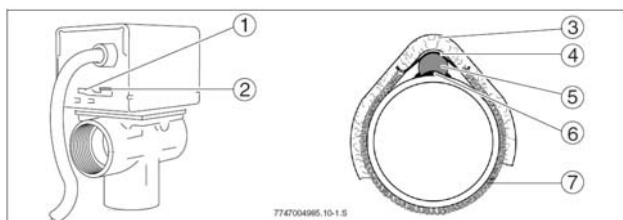
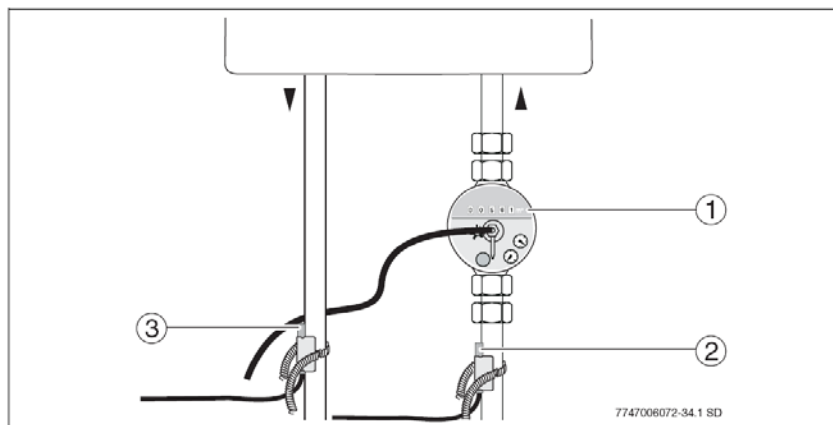

Рис. 5 Трёхходовой клапан (слева) и установленный температурный датчик (справа)
Рис.7 Монтаж блока измерения объёмного потока и температурного датчика
Устанавливайте рычажок в позицию «MAN» (manuel = ВРУЧНУЮ, → Рис. 5, Поз. 2), чтобы наполнить, развоздушить или опорожнить установку, а также как предохранительное положение при отсутствии напряжения в сети. В позиции «MAN» толкатель клапана находится в среднем положении. При этом обеспечивается равномерное течение потока в оба выходных штуцера.
- Для нормального режима работы устанавливайте рычажок в позицию «AUTO» (→ Рис. 5, Поз. 1).
- Температурный датчик S3 (→ Рис. 5, Поз. 5) устанавливается с применением теплопроводной пасты (→ Рис. 5, Поз. 6).
- Температурный датчик S3 с фиксирующей пластиной (→ Рис. 5, Поз. 4) и прижимной пружиной (→ Рис. 5, Поз. 7) монтируется на расстоянии ок. 20 см перед трёхходовым клапаном на трубе обратного трубопровода.
- Для температурного датчика S3 необходимо предусмотреть теплоизолирующее покрытие длиной не менее 20 см (→ Рис. 5, Поз. 3).
- Блок измерения объёмного потока интегрировать в обратный трубопровод гелиоконтура под гелиостанцией (Рис. 7, Поз. 1). При этом учитывать требования к соблюдению направления потока и монтажного положения (головка счётчика не должна быть повернута вниз).
- Прикрепить датчик температуры обратного трубопровода гелиоконтура (Рис. 7, Поз. 2). Крепление датчика температуры смотри на Стр. 12, Рис. 5.
- Прикрепить датчик температуры прямого трубопровода гелиоконтура (Рис. 7, Поз. 3). Крепление датчика температуры смотри на Стр. 12, Рис. 5.